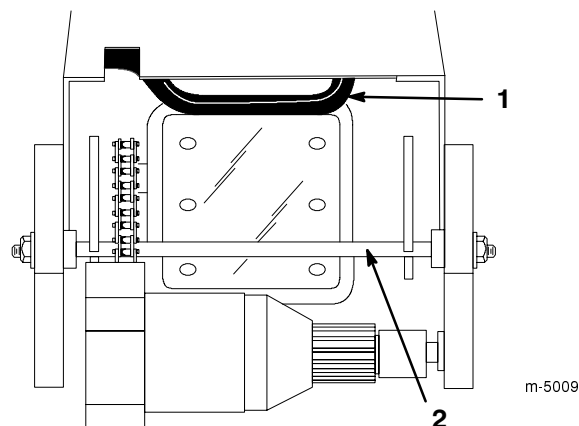

Figure 3
8. Poussez la tige de verrouillage pour débloquer l'essieu (Fig. 3).
9. Tirez l'essieu vers le haut tout en maintenant le verrou à l'intérieur (Fig. 3).
10. Continuez de tirer l'essieu vers l'avant jusqu'à ce que la tige de verrouillage adopte la position bloquée (Fig. 3).